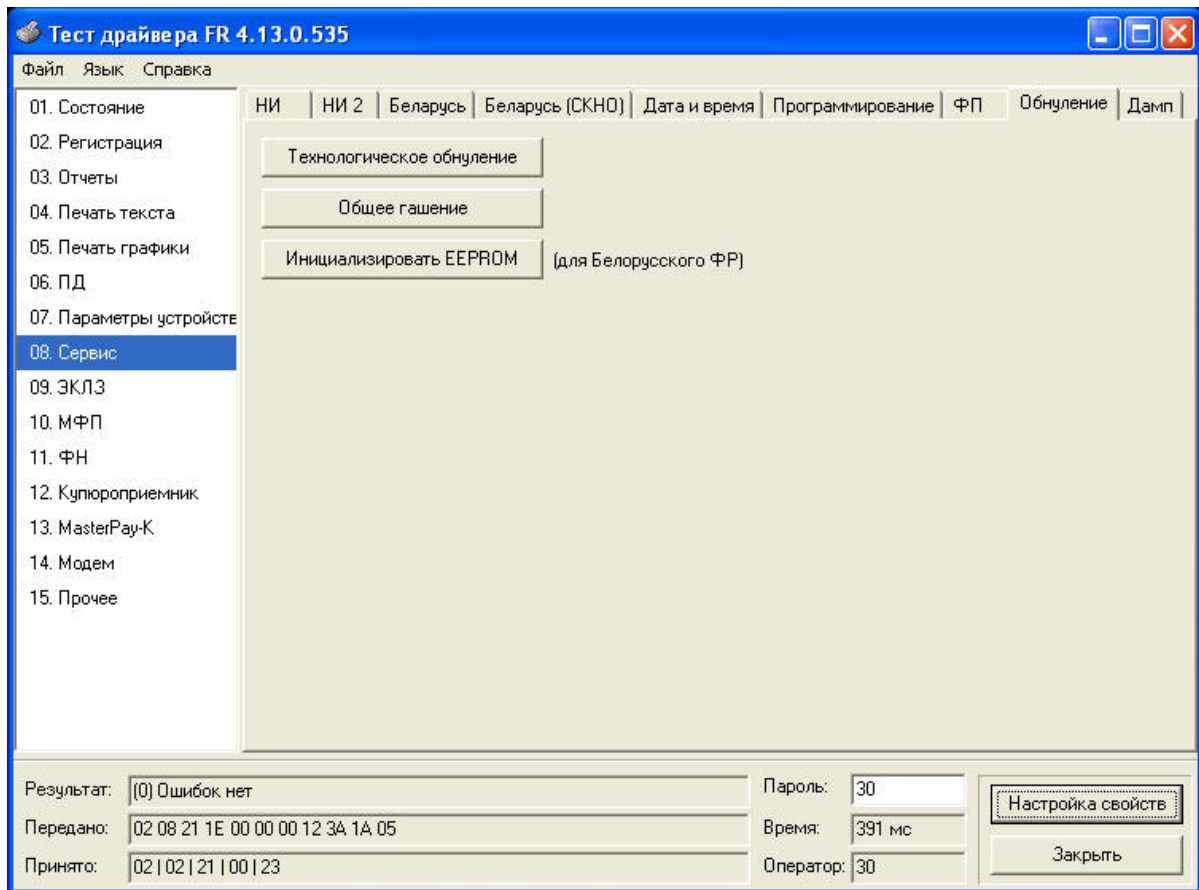

Рисунок 66: Технологическое обнуление
8. Перейди на закладку «**06.Сервис**» программу «**Тест драйвера ФР**». В меню «Обнуление» нажать кнопку «**Технологическое обнуление**». Убедится, что ответ «**Ошибка нет**». Процедура технологического обнуления запущена. Рисунок 66.